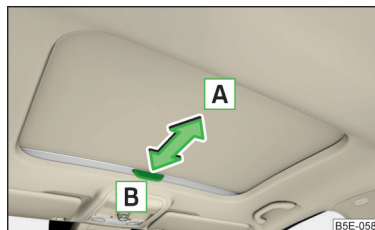

Fig. 45
- » Pentru **deschidere**, trageți mânerul în sensul săgeții **A** » **fig. 45.**